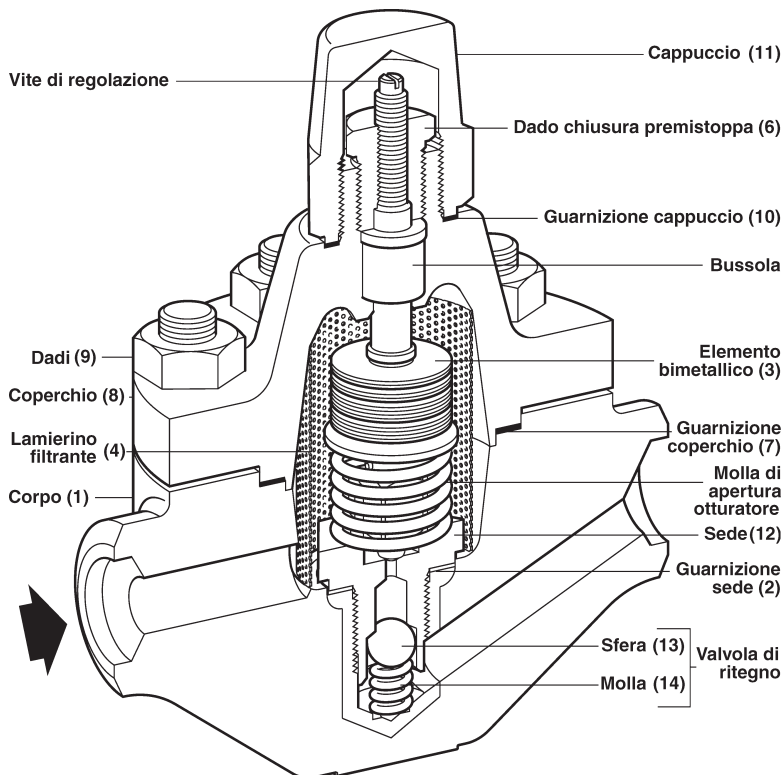

Fig. 4
6.5 Rimontaggio dello scaricatore (Fig. 4)